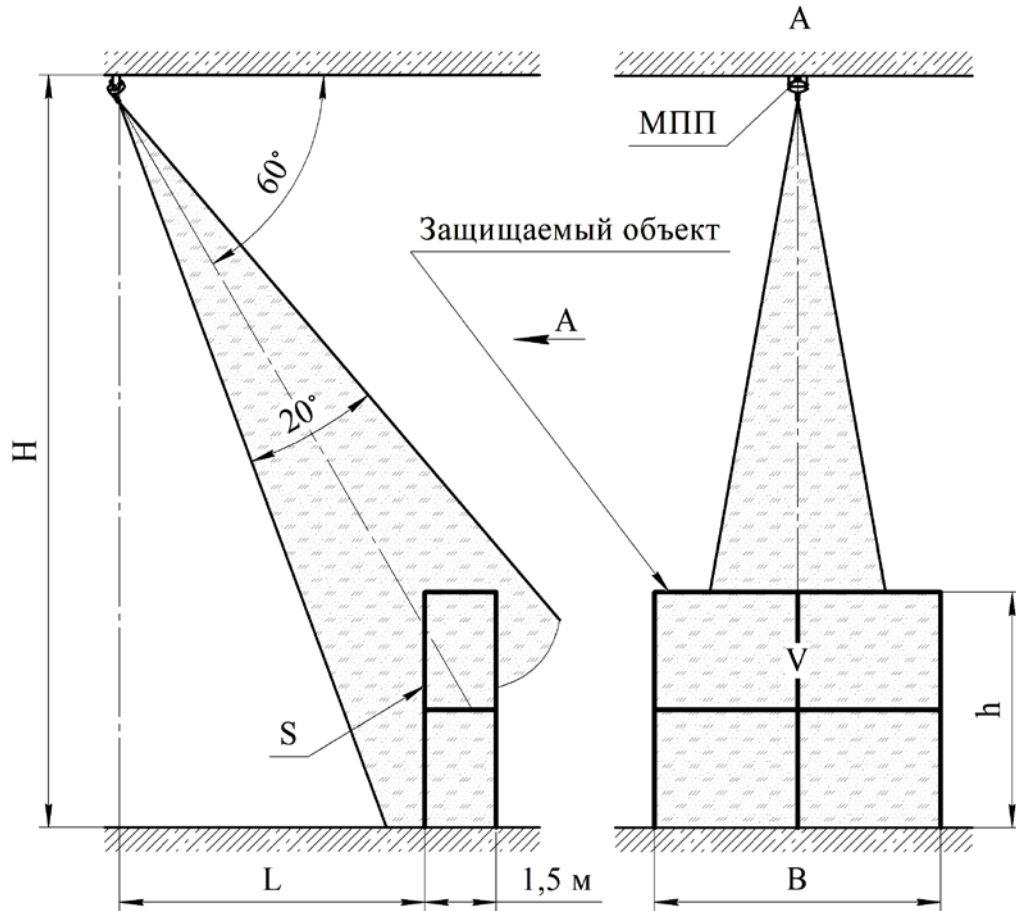

Рисунок 6
**МПП, установленный с наклоном, для локальной защиты объектов с затененными зонами от пожаров класса В (см. рисунок 6)**